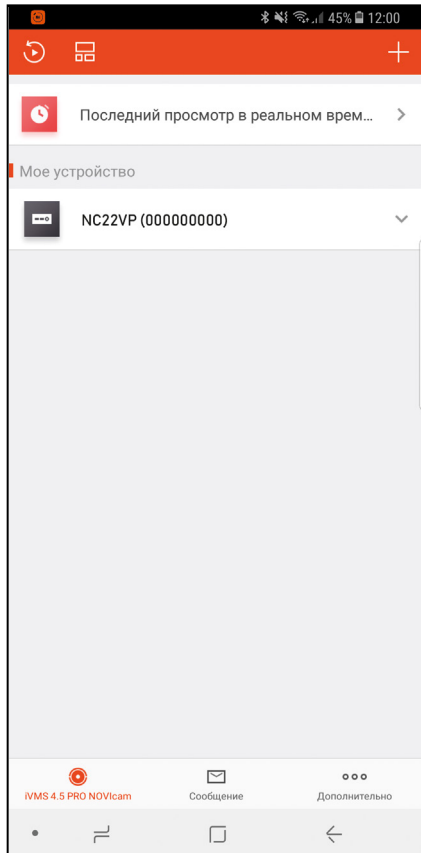

Рис. 37 Добавление устройства-3
6. Для просмотра выберите добавленное устройство и начнется отображение в реальном времени. (Рис.37)